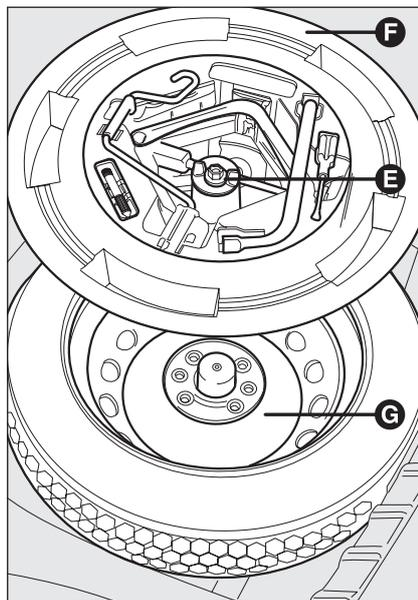

fig. 3
- svitare il dispositivo di bloccaggio **E-fig. 3**;
- per versioni dotate di ruotino di scorta occorre invece svitare il dispositivo di bloccaggio **E-fig. 3**, prelevare il contenitore attrezzi **F**, portarlo vicino alla ruota da sostituire e successivamente prelevare il ruotino di scorta **G**;